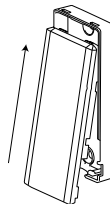

Figure 7: Fermeture du capot de l'appareil
4. Fixez les capots sur le socle de l'appareil et sur celui de l'aimant. Voir la Figure 7.